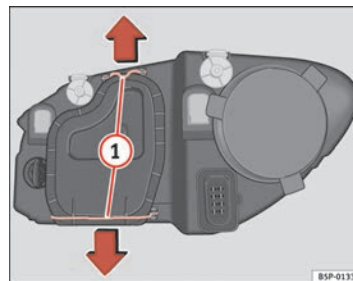

Abb. 181 Abblendlicht
- Die Streben ⇒ Seite 268, Abb. 181 ① in Pfeilrichtung verschieben und den Deckel abnehmen.